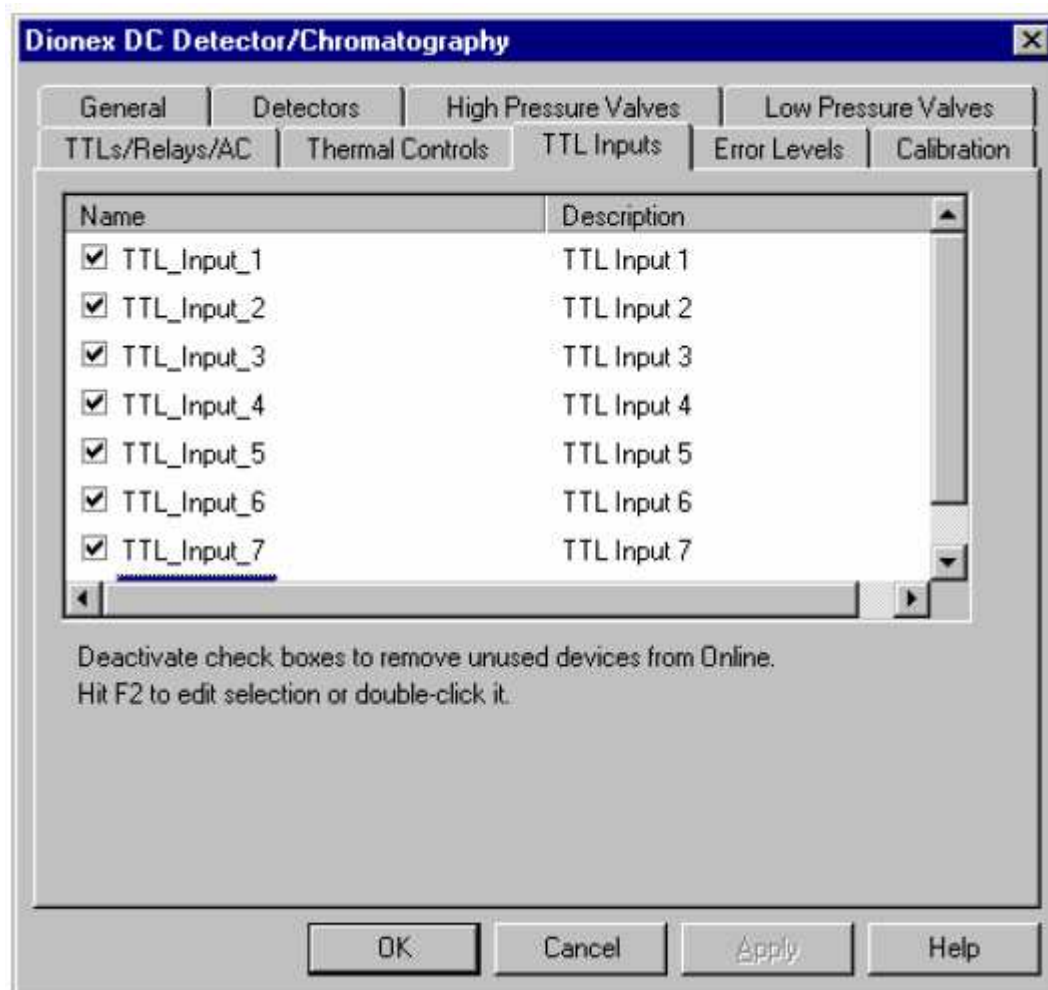

Figure 2.48. Propriétés du DC dans le programme Server Configuration : entrées TTL.
3. Sélectionner le tableau **TTL Inputs** (voir figure 2.48).